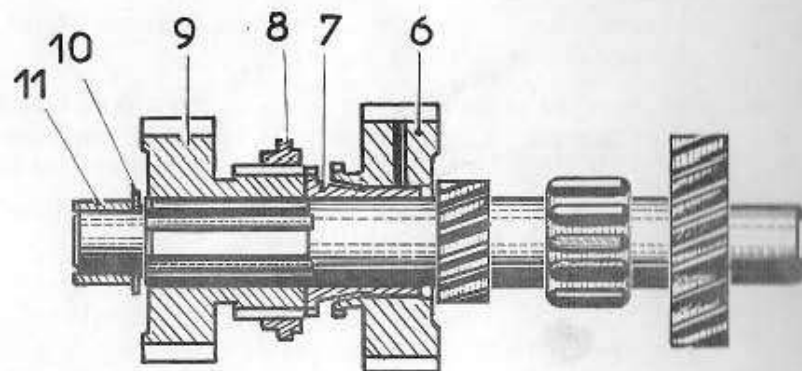

Fig. 70
- la roue de surmultipliée (6 - Fig. 70), les dents de clabotage vers l'avant,
- le cône-synchro (7), à filetage à droite.